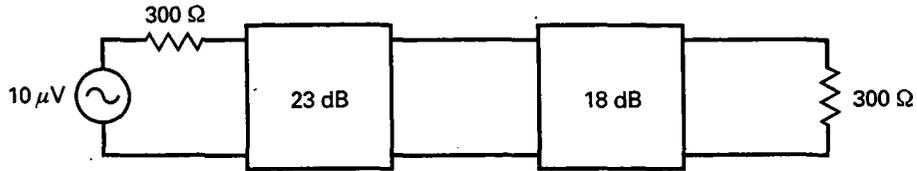

Figura 16-32
- 16-15. Si la Figura 16-32 es un sistema con impedancias adaptadas, ¿cuál es la ganancia total de tensión en decibelios? ¿Y la ganancia de tensión en decibelios de cada etapa?
- 16-16. Si las etapas de la Figura 16-32 tienen sus impedancias adaptadas, ¿cuál es la impedancia de la carga? ¿Y la potencia en la carga?